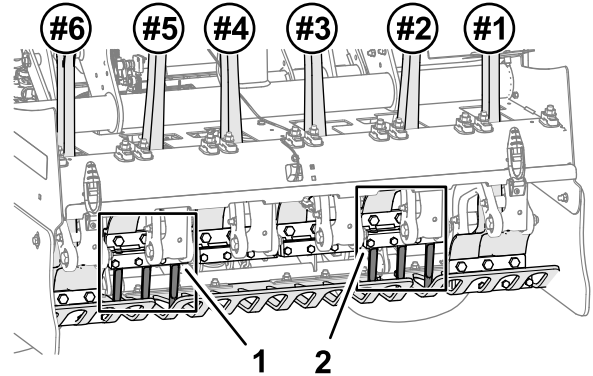
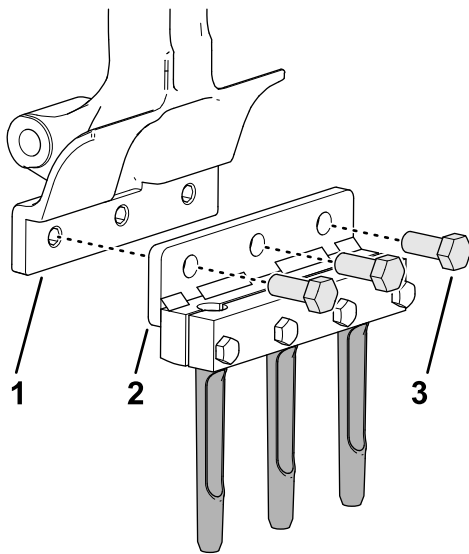

図 42
図 43
1. No. 2 タインアームにタインホルダーとタインを取り付ける 図 42と 図 43 ボルト1/2 x 1 1/4" 3 本を使用する。